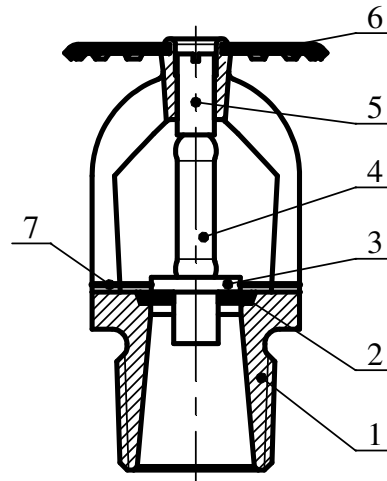

Рис. 1
3.1 Ороситель, представленный на рис.1, состоит из корпуса 1; запорного устройства, включающего в себя тарельчатую пружину 2, крышку 3 и стеклянную колбу 4; винта 5, розетки 6 и откидной пружины 7.